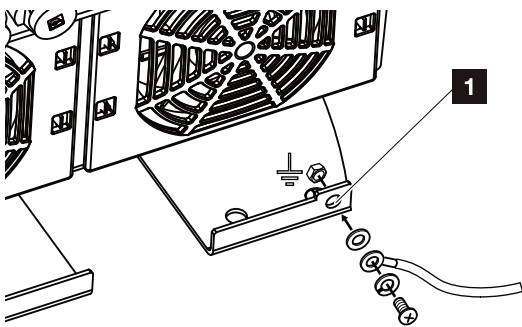

Abb. 25: Länderspezifischer PE-Anschluss außen
11. In Ländern, in denen ein zweiter PE-Anschluss vorgeschrieben ist, diesen an der gekennzeichneten Stelle des Gehäuses (außen) anschließen. **↗** **Abb. 25, Pos. 1**